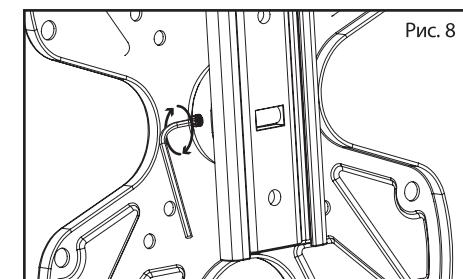

Рис. 8
- 1 Для регулировки угла наклона возьмите телевизор с двух сторон и переместите в нужное положение. Если движение затруднено (требуется чрезмерное усилие), равномерно отрегулируйте положение винтов, как показано на Рис. 8, используя ключ-шестигранник S4 (I).